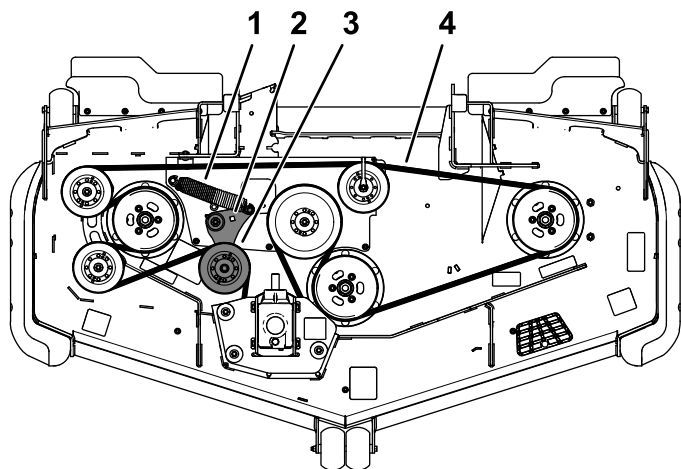
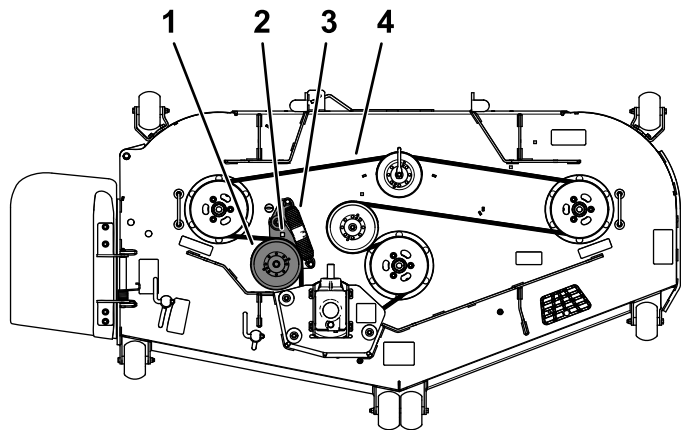

Figura 62
Figura 63
- Utilice una llave de carraca en el taladro cuadrado del brazo tensor para aliviar la tensión del muelle tensor (Figura 62 o Figura 63).
- Pase la correa nueva alrededor de las poleas del cortacésped (Figura 62 o Figura 63).
8. Asegúrese de que los extremos del muelle están asentados en las ranuras de anclaje, y usando una llave de carraca en el taladro cuadrado, instale la correa alrededor de la polea tensora (Figura 62 o Figura 63).